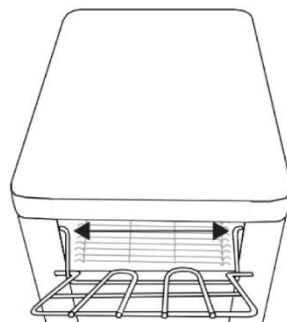

Fig. 1
1. Aperte os braços do alimentador e introduza-os nos orifícios de montagem do alimentador (Fig. 1).